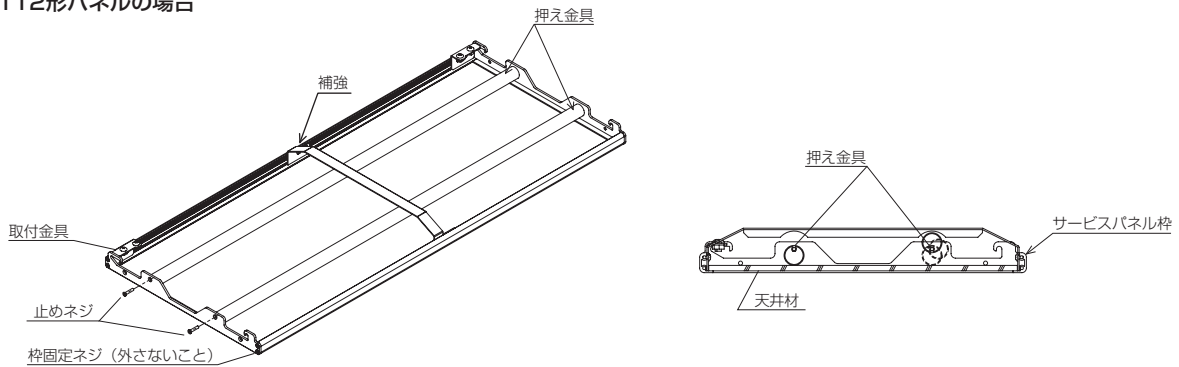

図19
- 押え金具を回転し、天井材を押込み、ネジを締付け固定します。(図19参照)